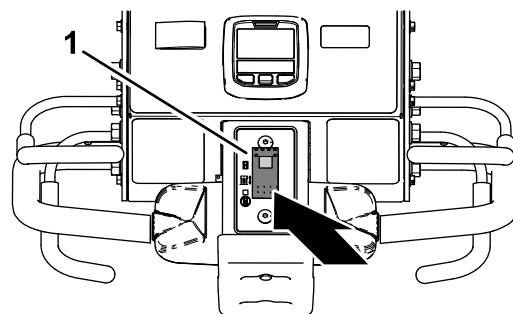

Figura 93
1. Apăsai partea inferioară a comutatorului de control al coborârii (Figura 93) în poziția COBORÂRE IMEDIATĂ.